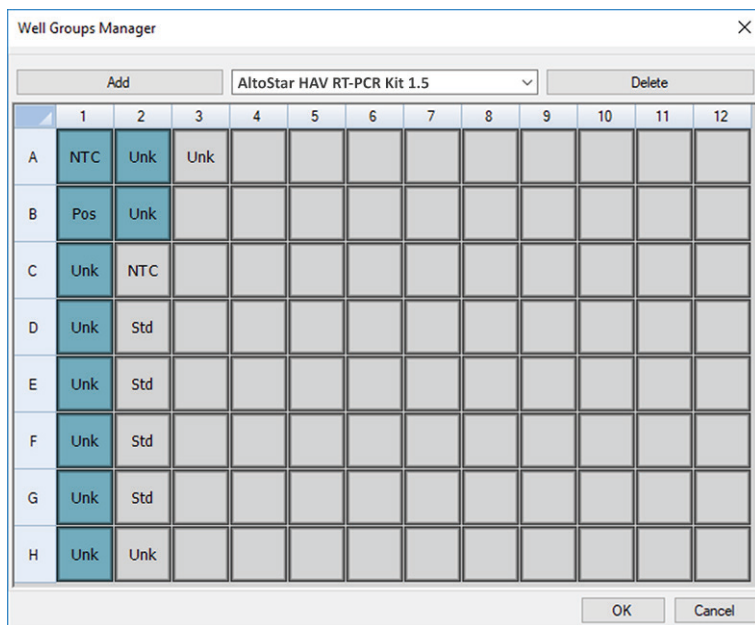

Figura 3: Finestra di dialogo Well Groups Manager (Manager gruppi pozzetto)
2. Nella finestra di dialogo Plate Editor (Editor piastra) fare clic su **Well Groups...** (Gruppi pozzetto...) nella barra degli strumenti. Verrà visualizzata la finestra di dialogo Well Groups Manager (Manager gruppi pozzetto) (vedere figura 3).
5. Selezionare tutti i pozzetti nell'area della piastra di PCR che appartengono al primo test (vedere figura 3). I pozzetti che appartengono a un singolo test possono essere identificati nella finestra di dialogo Plate Editor (Editor piastra) grazie alla voce immessa nel campo **Biological Set** (Set biologico).